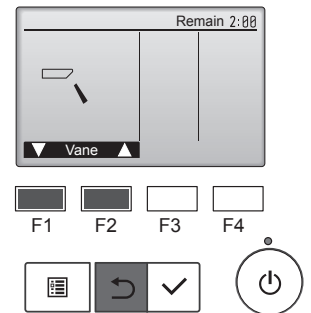

Fig. 7-6
- ① Vérifiez le volet automatique à l'aide des boutons  . (Fig. 7-6)
- ② Appuyez sur le bouton  pour revenir à l'écran "Test run" (Test fonctions).
- ③ Appuyez sur le bouton .